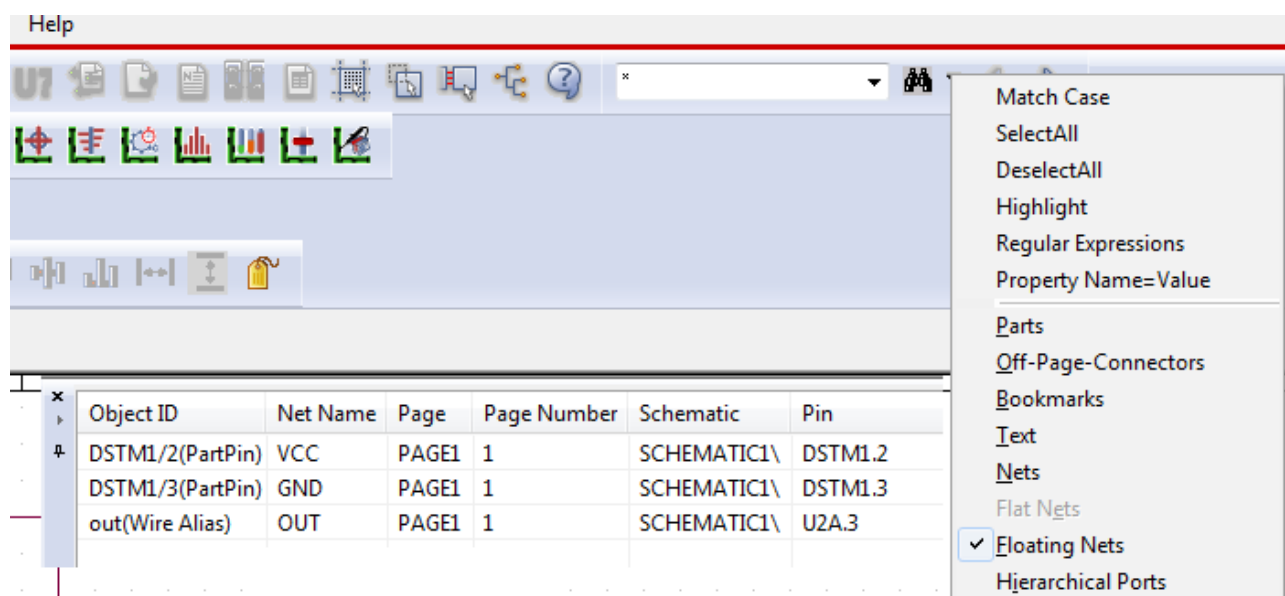

Рис. 19.8. Поиск «плавающих цепей»
- В меню поиска выберите Floating Nets (плавающие цепи), как показано на рис. 19.8.